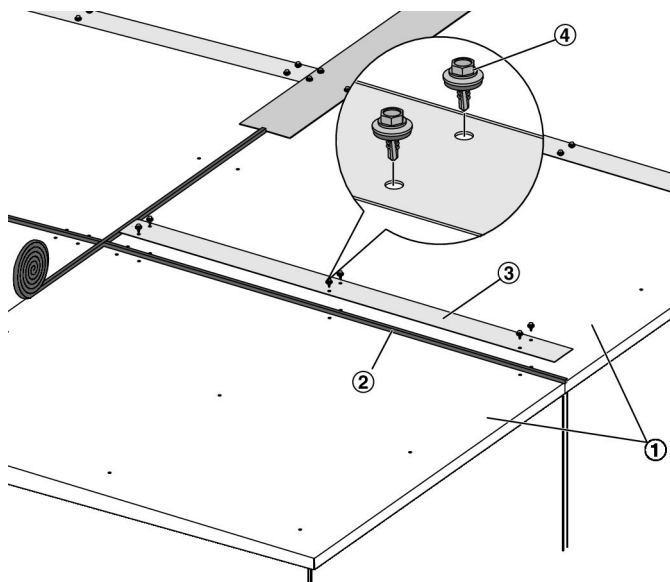

Abb. 20: Verbindung von Dachsegmenten
- Alle Fugen zwischen den Dachsegmenten (Abb. 20 /1) mit selbstklebendem Fugen-Dichtungsband (Abb. 20 /2) verschließen. Dabei die Verarbeitungshinweise des Herstellers beachten. Anschließend die Abdeckschienen (Abb. 20 /3) anbringen und mit Bohrschrauben (Abb. 20 /4) befestigen.